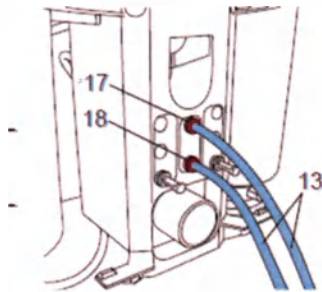

Рис. 30
2. Подсоединение педали (рис.30):
- Вставьте обозначенный буквой А конец шланга (13) до упора в штуцер А (17) пескоструйного аппарата.
- Вставьте обозначенный буквой В конец шланга (13) до упора в штуцер В (18) пескоструйного аппарата. При введении шлангов следует преодолеть легкое сопротивление.